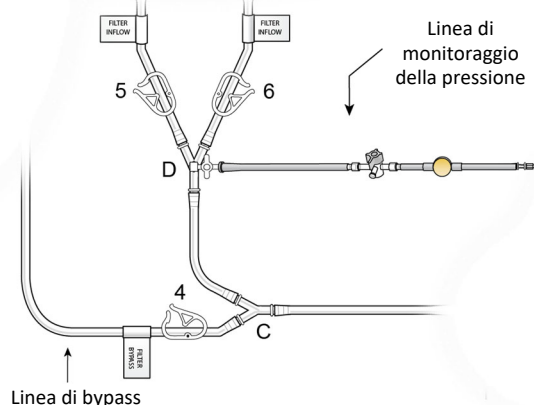

Figura 21
- (b) Collegare la linea di monitoraggio della pressione prima dei filtri (per misurare la pressione negativa [prima dei filtri]) al rubinetto "D" e procedere al priming (vedere la Figura 21).